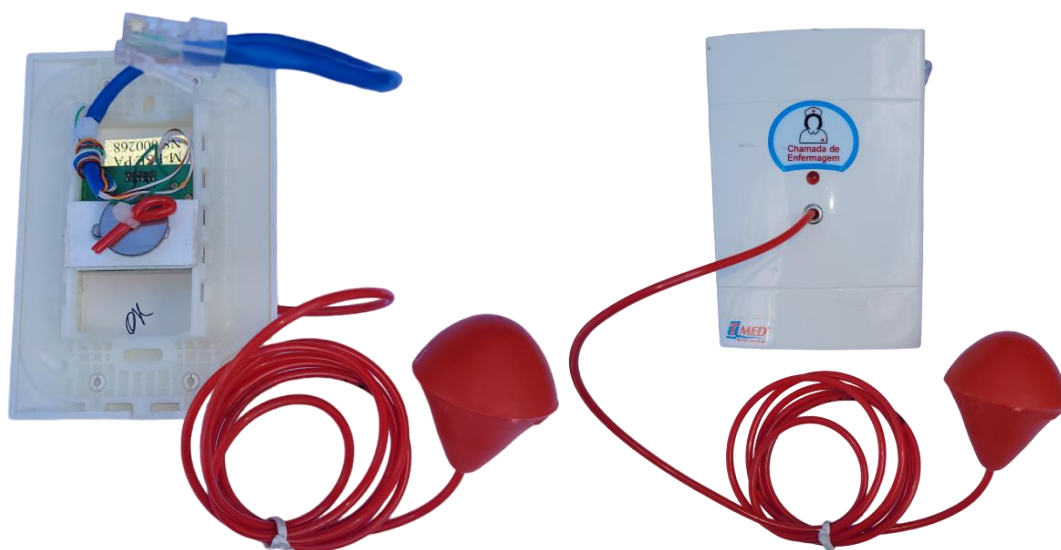

*Figura 5 – Foto do MML*
- c. Posicione a base do gabinete sobre a caixa de passagem 4"x 2" de modo que o centro do furo contido na base coincida com o centro da caixa de passagem. Veja a Figura 5 abaixo;